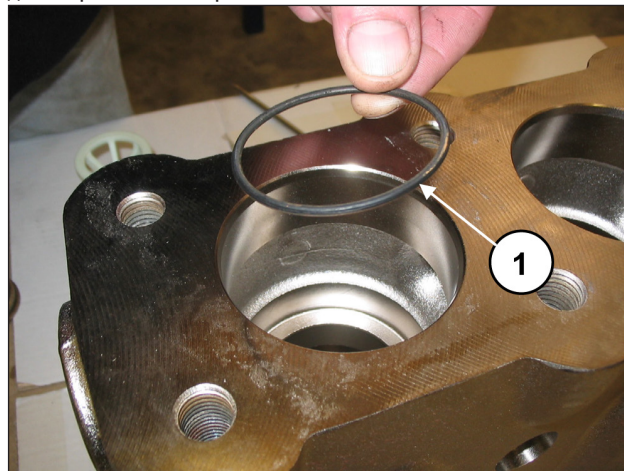

Рис. 120
Установите уплотнительное кольцо поз. №5 на детализовочном чертеже (поз. ①, Рис. 120).